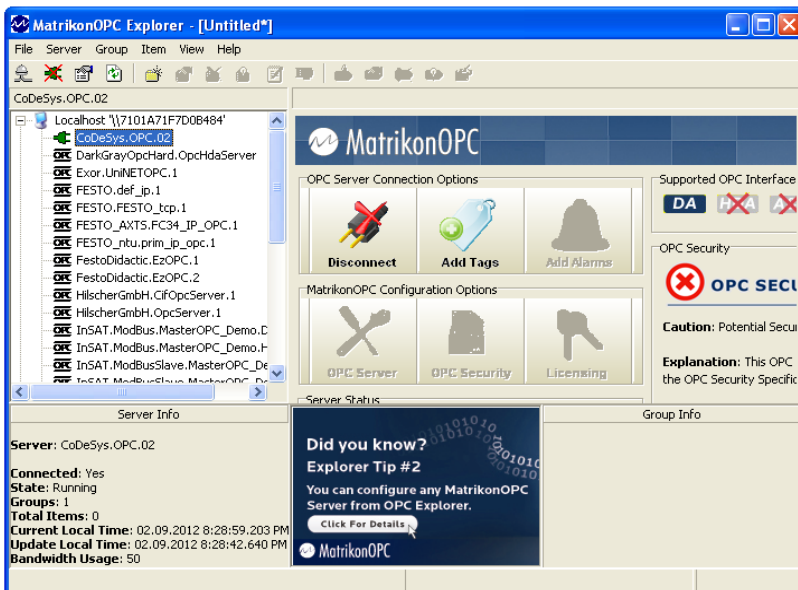
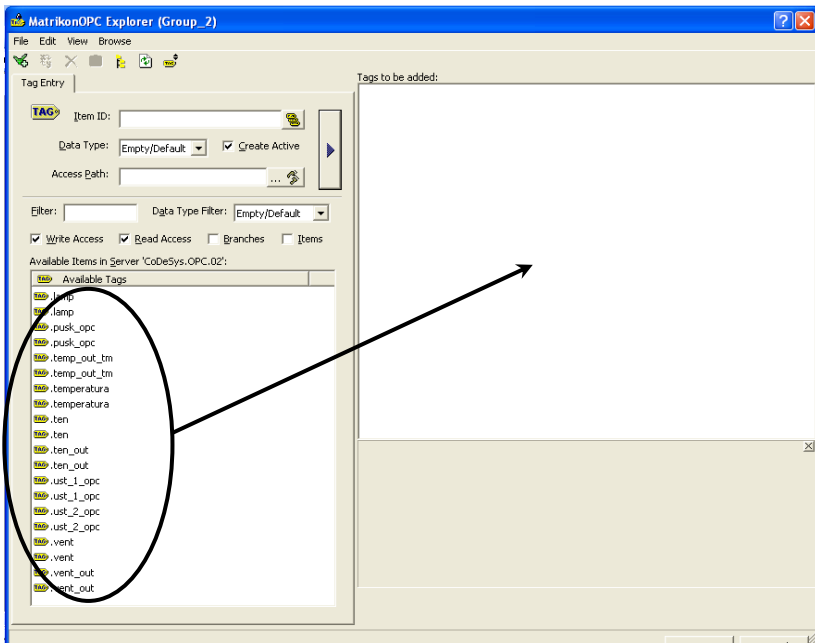
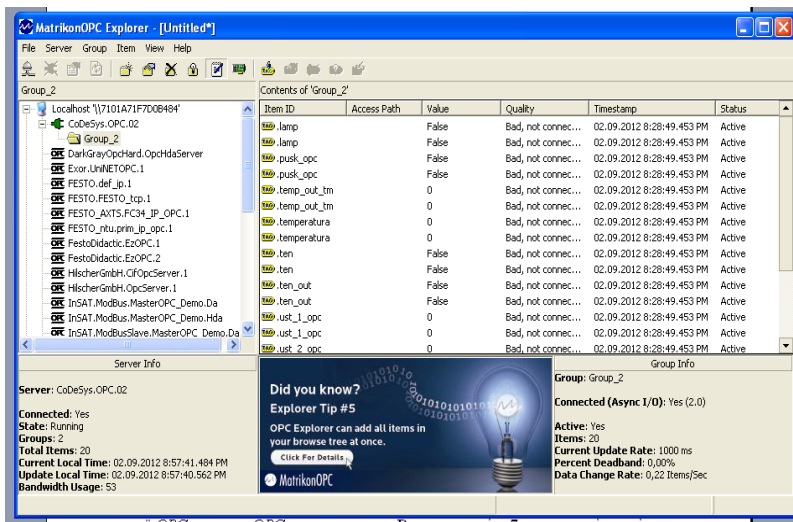

Рисунок 1.8 – Початкове вікно OPC-клієнта *Matrikon OPC Explorer*
Рисунок 1.9 – Вікно для редагування групи тегів OPC-клієнта
Рисунок 1.10 – Робоче вікно OPC-клієнта
ярлику на робочому столі , або використовуючи відповідну команду в меню *Пуск/ВсеПрограммы/...*, або запустивши файл *OPCExplorer.exe*, який знаходиться в директорії зі шляхом `C:\Program Files\Matrikon\OPC Explorer\*.*`. Після цього в меню *File* натисніть лівою кнопкою миші на команду *New Session*, надайте ім'я проекту (*lr\_1\_name.xml*) та запам'ятайте його. Початкове вікно клієнта буде наступним (рис. 1.8).
2) В дереві доступних серверів, яке знаходиться зліва, виберіть потрібний сервер – це *CoDeSysOPC.exe*. Далі для підключення клієнта до сервера натисніть на кнопку *Connect*, яка знаходиться в правій частині вікна (див. рис. 1.8). В результаті з'єднання з сервером активується наступна кнопка – *Add Tags*, після натиснення на неї відкриється вікно (рис.1.9) для створення групи та додавання тегів вибраного сервера. В робочому полі внизу та зліва від цього вікна показані доступні *Items* вибраного сервера. Додати теги до групи можна за допомогою контекстного меню, яке активується правою кнопкою миші, але коли її покажчик знаходиться в полі доступних тегів.
та запису. Це залежить від позначок в відповідних полях. Закрийте вікно редагування тегів у групі. Для цього натисніть на команду *Close* в меню *File* або на перший ярлик у рядку інструментів (див. рис. 1.9).
В результаті основне вікно, яке зображене на рис.1.8, буде поновлено, але в полі справа з'являться теги, які були налаштовані для обміну. Зовнішній вигляд основного вікна буде наступним (рис.1.10).